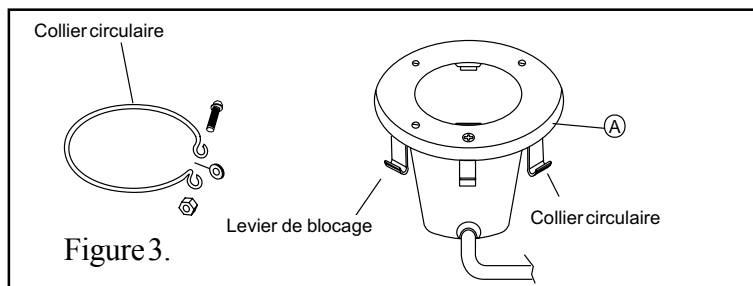

Figure 3.
2. Les extrémités pliées du collier circulaire unitension étant dirigées vers le bas, ouvrir ce dernier et l'insérer dans les rainures en « U » des leviers de blocage. S'assurer que les extrémités pliées du collier se trouvent bien entre les deux leviers comme indiqué sur la figure 3, emplacement A. Vérifier que le collier est correctement engagé dans les rainures de tous les leviers.